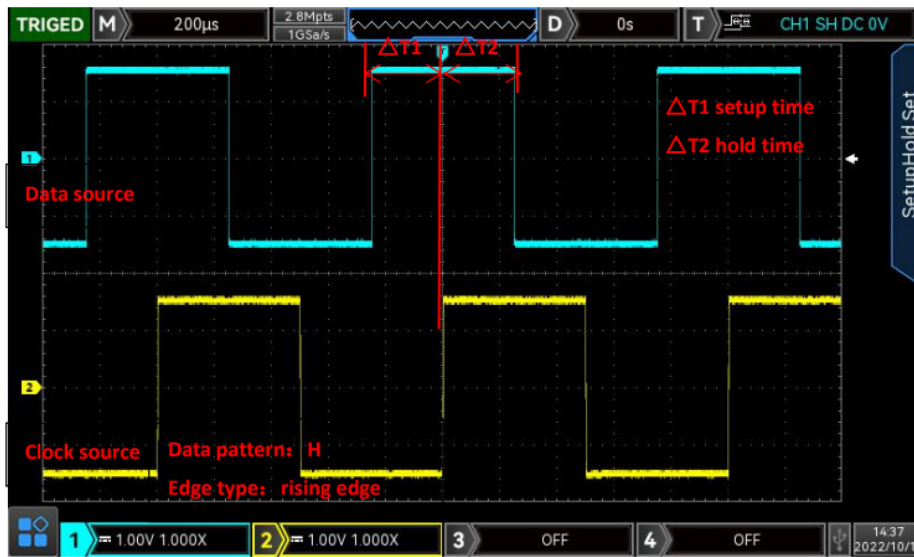

Рис. 7-9
- Время удержания (Hold time) начинается с прихода указанного фронта тактового сигнала и заканчивается, когда сигнал данных снова пересекает уровень триггера (см. рисунок 7-9).